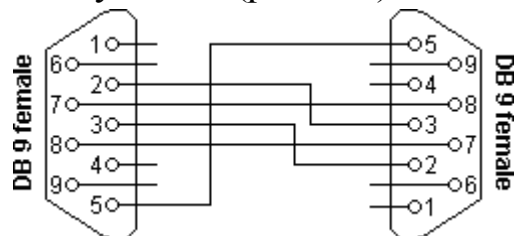

Рис. 2.4. Нуль-модемный кабель 5-проводный с управлением потоком
Контакты 2 и 3 на 9-выводном разъеме D типа противоположны этим же контактам на 25-контактном разъеме. Поэтому, если соединить контакты 2-2 и 3-3 между разъемами D25 и D9, получится коммуникационный кабель. Контакты сигнальной земли Signal Ground (SG) также должны быть подключены между собой (рис. 2.4).